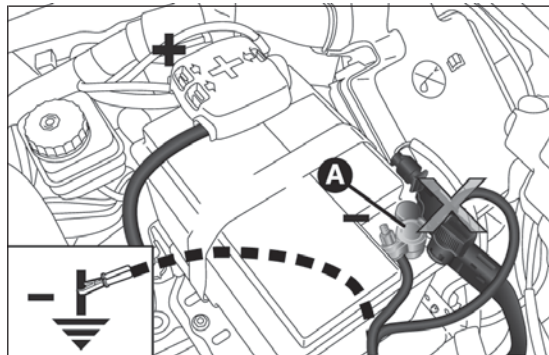

fig. 154
- ☐ conectar los bornes positivos (signo + cerca del borne) de las dos baterías con un cable adecuado fig. 154;